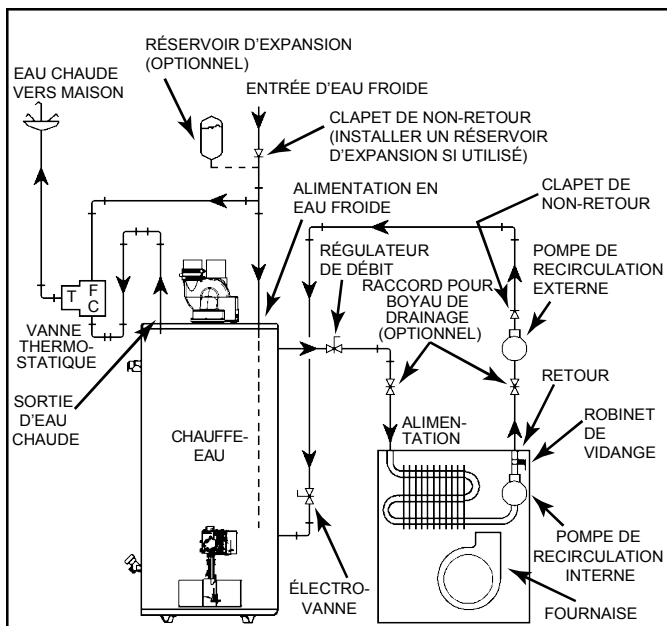
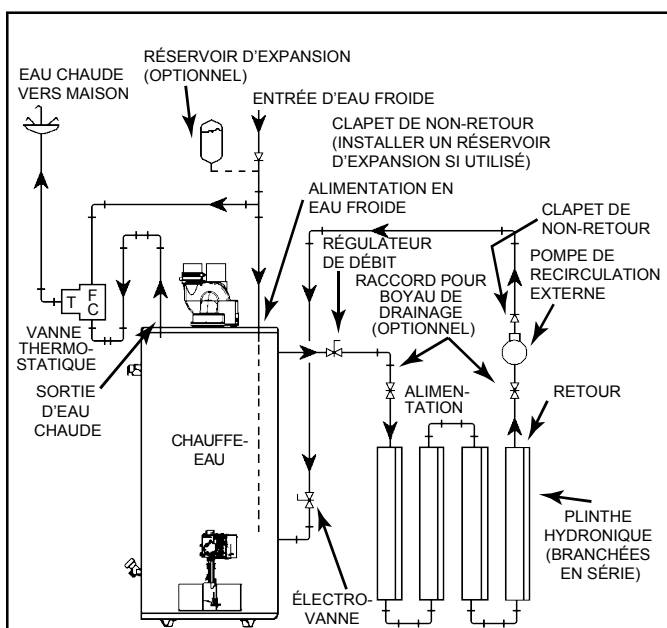

Figure 17.
Figure 18.
8. Les systèmes de chauffage combiné fonctionnent à une température plus élevée que les systèmes réguliers. Dans ce cas, il faut prendre certaines précautions, comme installer une vanne thermostatique sur la canalisation d'alimentation en eau chaude, afin de réduire la température de l'eau du système et ainsi réduire les risques d'ébouillantage (voir Figure 17 et Figure 18).
- A. Une fournaise munie d'un échangeur d'air approprié (Figure 17).
- B. Une boucle de chauffage avec plinthe hydronique à ailettes ou chauffage radiant sous le plancher (Figure 18).